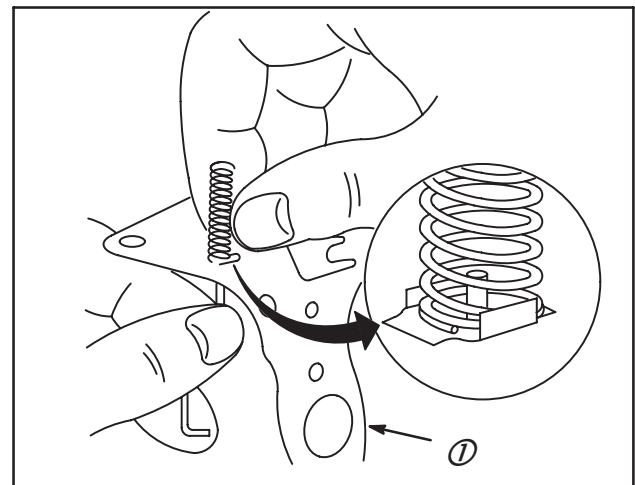

Fig. 40
6. Au montage d'une nouvelle membrane (1), remonter le ressort de starter sur la membrane, comme indiqué en Fig. 40. Voir TABLEAU NO. 4, spécifications pour le montage correct du ressort. Attention de ne pas tordre ni déformer le ressort.
4. Au montage d'une nouvelle membrane, remonter le ressort de starter sur la membrane, comme indiqué en Fig. 40. Voir TABLEAU NO. 2, spécifications, pour le montage correct du ressort. Attention de ne pas tordre ni déformer le ressort.